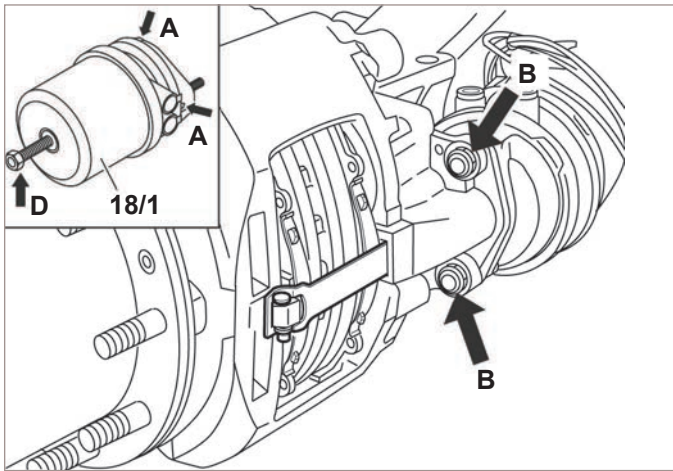

FIGURA 43 - LIBERACIÓN Y REMOCIÓN DEL RESORTE ACTIVADOR
- 5.4.3 Con el vehículo en una superficie plana y las ruedas debidamente bloqueadas, aplique aire para liberar los frenos de resorte (frenos de estacionamiento) usando la válvula de control de aire montada en el tablero. Saque el perno de liberación (figura 43, flecha "D") usando una torsión máxima de 35 Nm (26 pies/lb) para liberar la fuerza de resorte liberada por aire en la varilla de empuje.
Nota: cuando se instale una nueva cámara del freno de resorte, observe que normalmente se instalan tapones de drenaje (Consulte la figura 43, las flechas marcadas "A"). Después de la instalación, quite el tapón que se encuentre en la posición más baja. Asegúrese de que los otros orificios de drenaje estén tapados. El agujero de drenaje seleccionado debe estar alineado hacia abajo (o a $\pm 30^\circ$) cuando se instala en el vehículo. En el caso de las cámaras de los frenos de resorte, instale las zapatas antes de fijar el resorte.